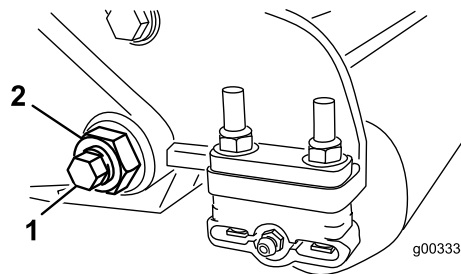
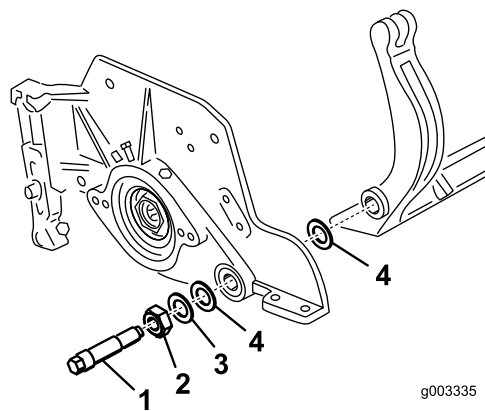

Figure 31
Figure 32
3. De chaque côté de la machine, desserrez le contre-écrou de fixation du boulon de la barre d'appui (Figure 31).
4. Retirez les boulons de la barre d'appui afin de pouvoir abaisser la barre et la déposer du boulon de la machine (Figure 31). Mettez de côté 2 rondelles en nylon et 1 rondelle en acier estampé à chaque extrémité de la barre d'appui (Figure 32).
4. Placez une rondelle en acier à l'extérieur de chaque rondelle en nylon (Figure 32).